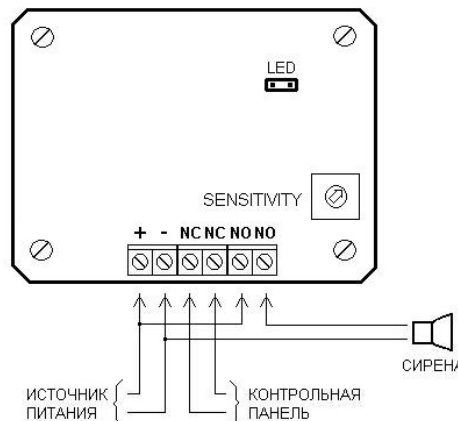

Рис. 1 Подключение извещателя
**2.2.5** Проденьте кабель диаметром 3..6,5 мм через гермоввод, расположенный в нижней части корпуса и произведите подключение извещателя (Рисунок 1):